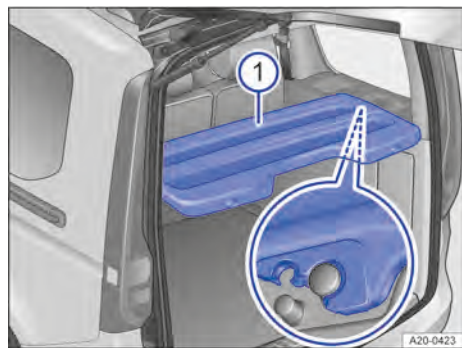

Abb. 149 Im Laderaum: Laderaumabdeckung.
4. Laderaumabdeckung schieben, bis die Abdeckung in den großen Halterungen → Abb. 149 eingerastet ist.
2. Laderaumabdeckung in die beiden kleineren Halterungen einrasten → Abb. 149.